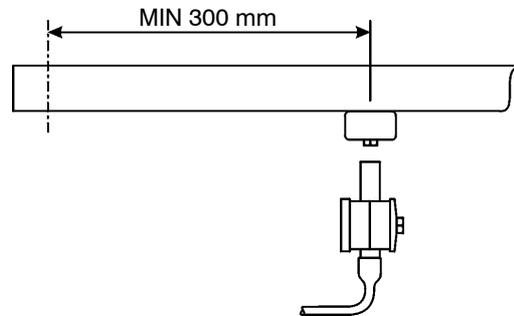

Abbildung 22: Abstand vom Drehpunkt
- Der Sensor muss mindestens 300 mm vom Drehpunkt des Hubarms entfernt angebracht werden. (Abb. 22).